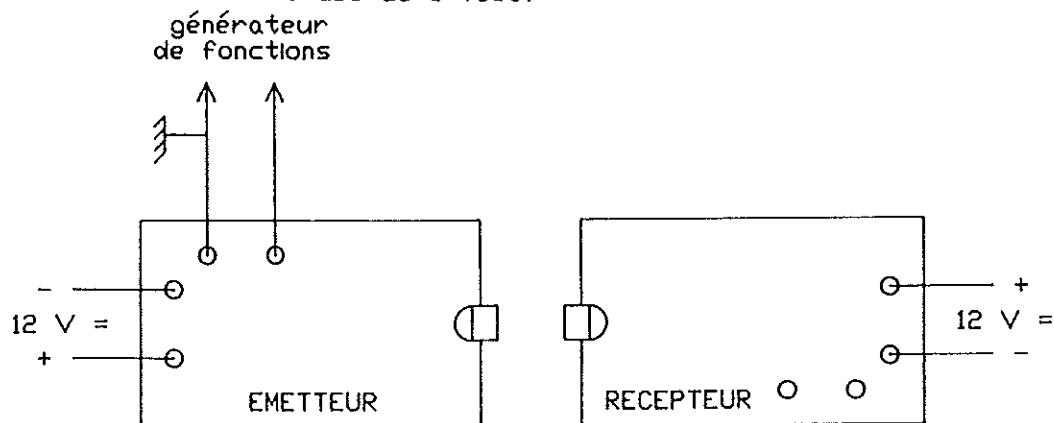

figure 7 : Montage illustrant la propagation rectiligne d'un faisceau infrarouge
- placer l'émetteur et le récepteur face à face (figure 7)
- mettre l'interrupteur situé à côté du connecteur de l'émetteur sur marche (M), la DEL verte doit s'allumer
- mettre le second interrupteur, qui commande le microphone, sur EXT (voir figure 7)